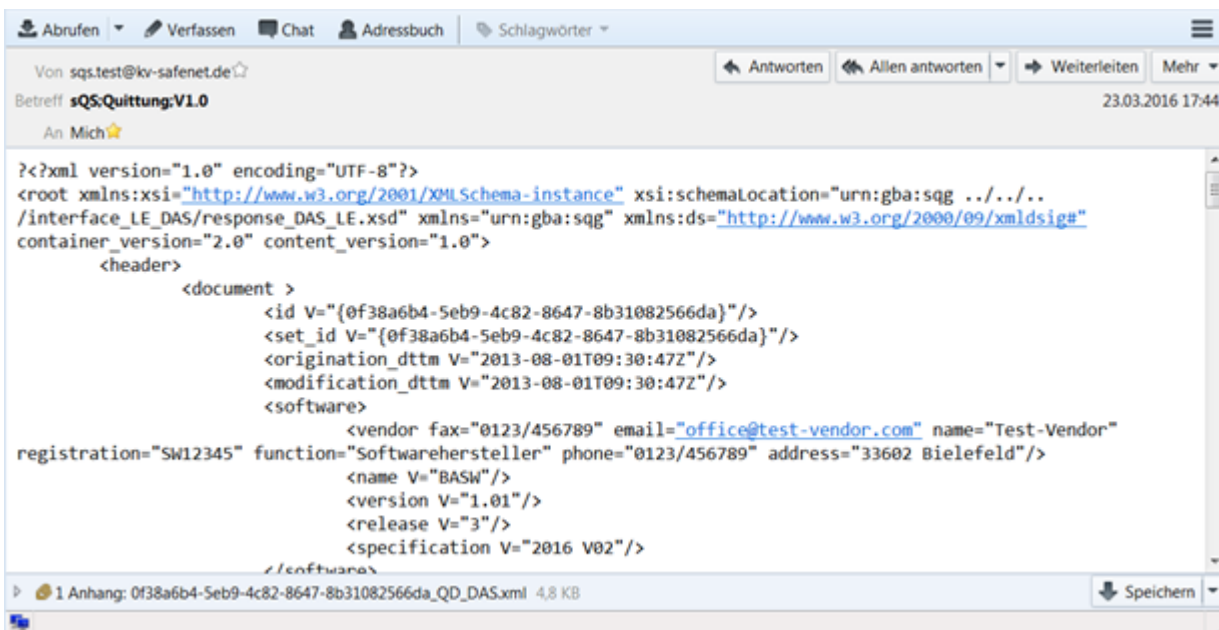

Abbildung 2: sQS-Quittung mit Datenflussprotokoll
- sQS-Quittung mit einem beispielhaften Datenflussprotokoll (siehe Abbildung 2)